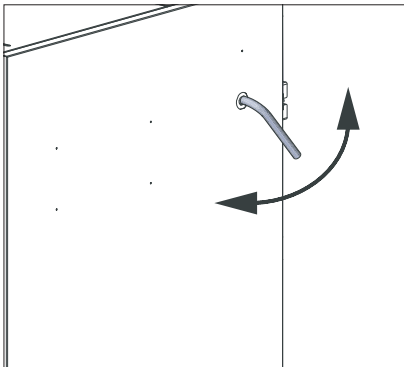

Fig. 4 Azionare la pulizia scambiatore a leva per circa 5 - 10 volte
- ▶ A ogni riempimento **azionare** la **leva di pulizia scambiatore** per circa 5–10 volte, Fig. 4.